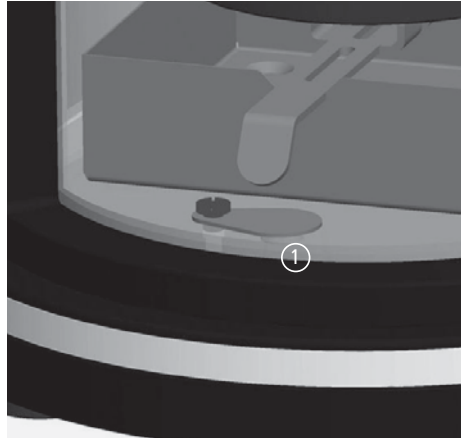

Abb. 4.6 Brennstoffwähler geschlossen, Betrieb mit Holz
Der Brennstoffwähler (Abb. 4.6 auf Seite 33, ①) ist für den Betrieb mit Braunkohlebriketts durch Drehen der Blechlasche zu öffnen. Abb. 4.6 zeigt den geschlossenen Brennstoffwähler, das ist die serienmäßige Einstellung für den Betrieb mit Scheitholz oder Holzbriketts.